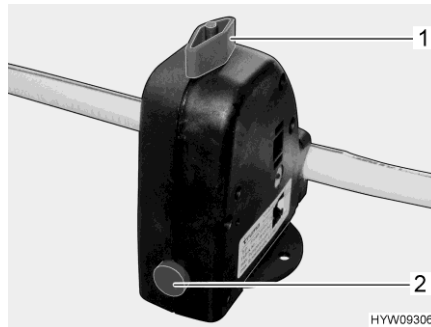

Fig. 75 Valvola di sicurezza/di scarico (boiler)
Il boiler è dotato di una valvola di sicurezza/di scarico (Fig. 75). La valvola di sicurezza/di scarico impedisce che l'acqua congeli nel boiler in presenza di basse temperature esterne, quando il riscaldamento dell'autocaravan non è acceso.
- Chiudere la valvola di sicurezza/di scarico. A tal fine ruotare la manopola (Fig. 75,1) verticalmente rispetto alla valvola di sicurezza/di scarico e premere verso l'interno il bottone automatico (Fig. 75,2).
- Aprire la valvola di sicurezza/di scarico. A tal fine ruotare la manopola (Fig. 75,1) nel senso della lunghezza della valvola di sicurezza/di scarico. Il bottone automatico (Fig. 75,2) scatta all'infuori. Il boiler viene svuotato verso l'esterno tramite la valvola di sicurezza/di scarico.